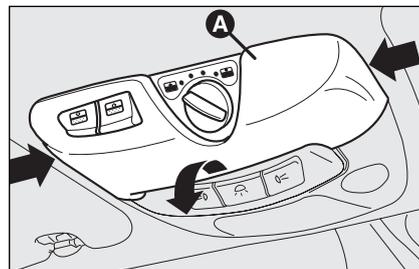

fig. 43
- rimuovere la plafoniera anteriore **A-fig. 43** premendo lateralmente sul preformato in plastica come indicato dalle frecce